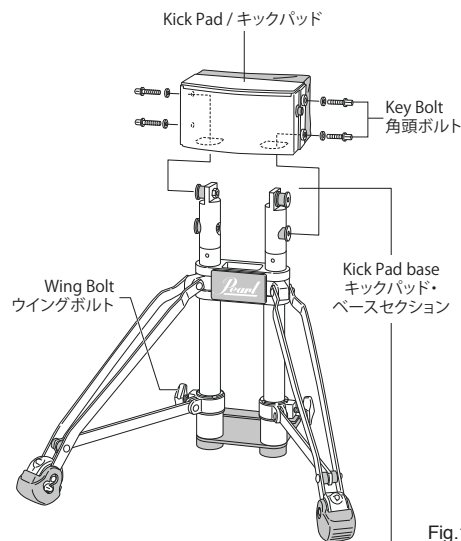

Fig.16
1. Open the legs of the Kick Pad base to form a stable stance and place the Kick Pad onto the two base post. Attach the Kick Pad to the Rubber Suspension holders using the four Key-Bolts provided (Fig. 16).
キックパッド・ベースセクションのウイングボルトを緩め、倒れない程度の幅に広げウイングボルトを固定してください。その後ドラムキーを使い、キックパッドをFig.16のように角頭ボルト4本で固定します。その際、締めすぎにご注意ください。